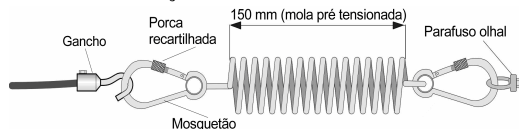

Fig. 4 – Mola tracionadora
- 4.4 Os ganchos devem ser introduzidos no olhal da chave e dos mosquetões das molas tracionadoras. Engatar o outro mosquetão da mola no parafuso olhal (ponto fixo). Travar o mosquetão rosqueando sua porca recartilhada até o final (fig. 4).